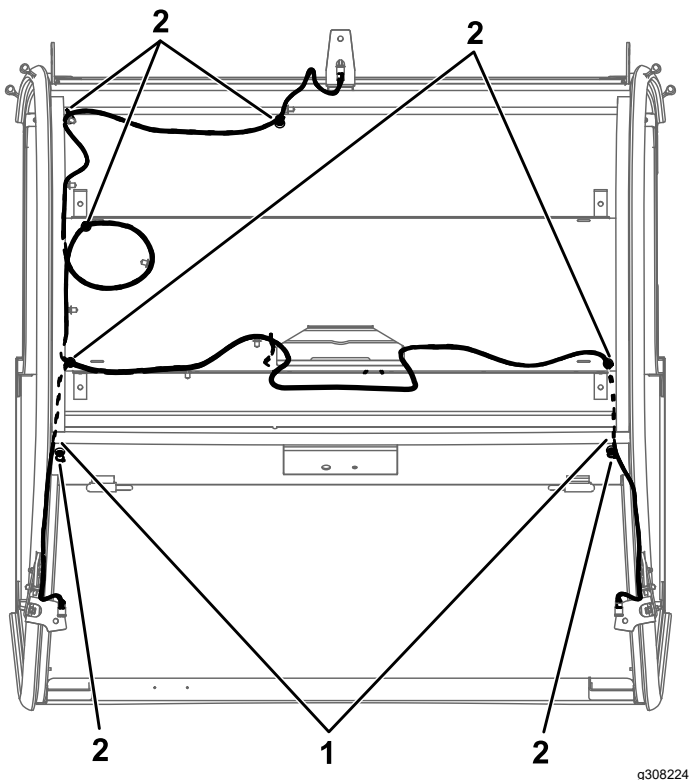

Figura 11
e utilizando 7 fitas magnéticas nos locais indicados em Figura 11.
1. Instale a cablagem como se mostra na Figura 11.
Nota: Corte a esponja nos locais mostrados na Figura 11 para encaminhar a cablagem.